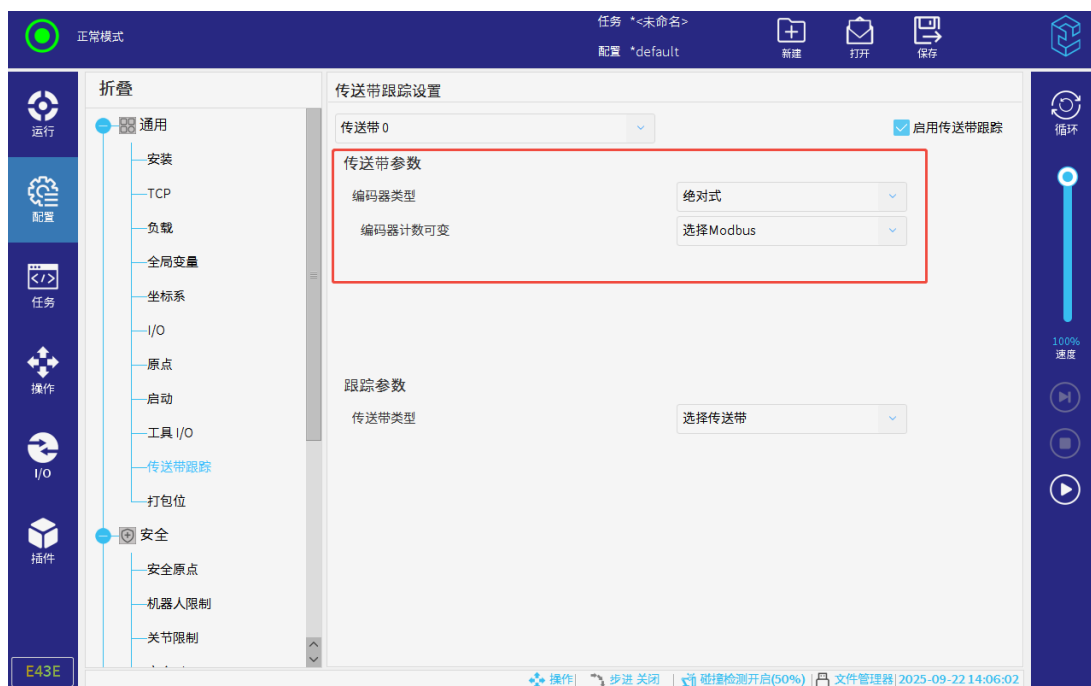

图 3-129: 配置传送带参数
4. 选择“编码器计数可变”为设置的“Modbus”，如图 3-129所示。